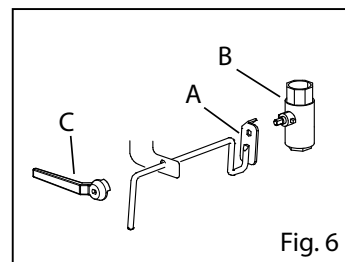

Fig. 6
- Dévisser la fixation de la tige du robinet et la faire glisser (Fig. 6/A).
- Dévisser le robinet (Fig. 6/B).
- Ôter, le cas échéant, la poignée fournie en équipement (Fig. 6/C) et mettre du frein-filet sur le nouveau robinet.